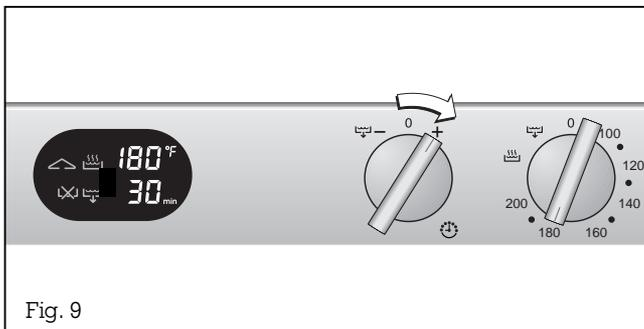

Fig. 9
- Placez le bouton « minuterie » en position + ou -, jusqu'à ce qu'apparisse la durée souhaitée (fig. 9). Dès que le bouton se retrouve en position zéro, la durée programmée commence à s'écouler.